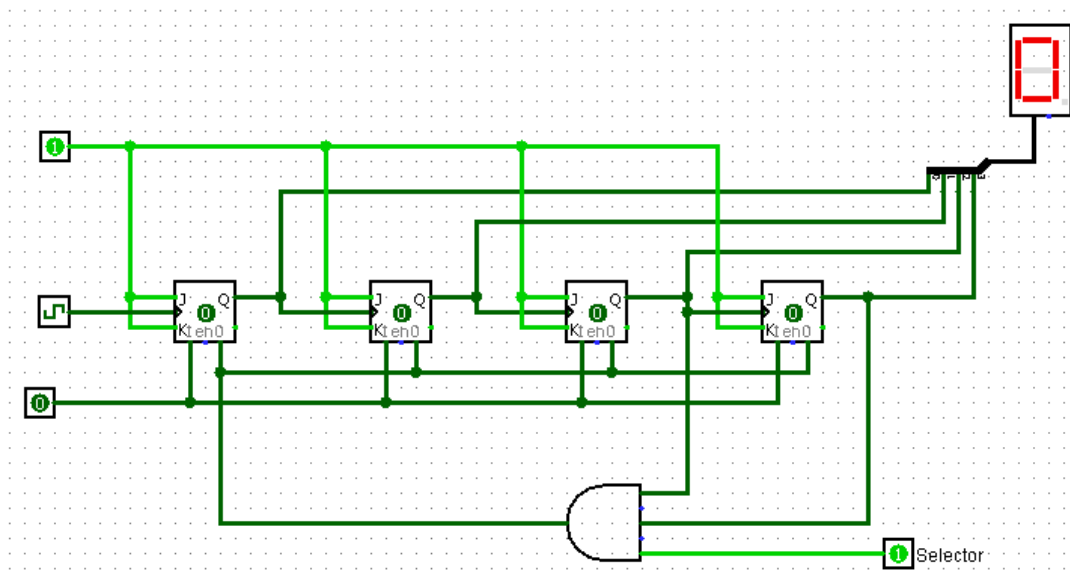

Figura 2 – Contador Asíncrono
1. La Figura 2 muestra un contador asíncrono. Si la entrada *Selector* se encuentra conectado a un 0 lógico tendremos un contador de módulo 16. Para modificar su módulo deberemos actuar sobre